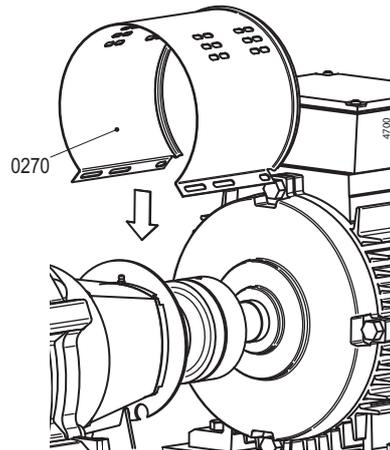

Figure 6: Installation de l'enveloppe côté moteur.
- 2 Déposez les deux enveloppes (0270). Voir figure 6.